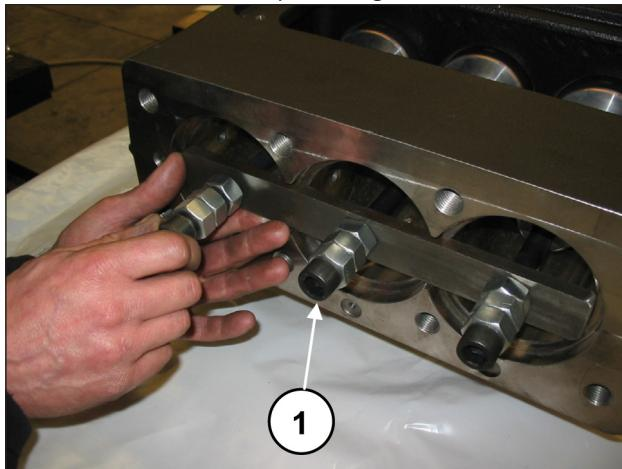
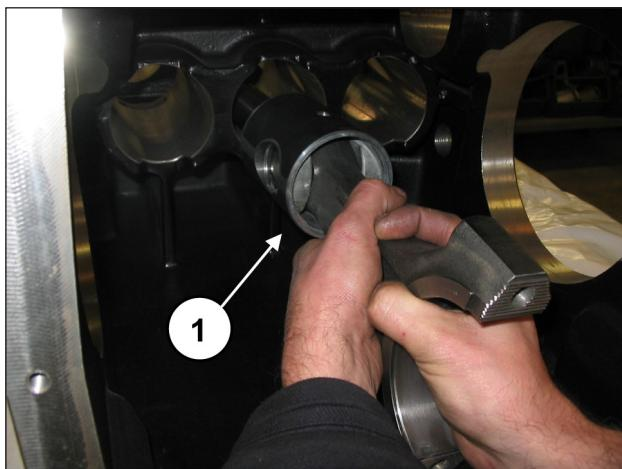

Fig. 40
Fig. 41
Comece a desapertar os parafusos do equipamento cód. 27566200 para desbloquear as bielas (pos. ①, Fig. 40) e, em seguida, extraia os conjuntos de biela-guia do pistão da abertura traseira do cárter (pos. ①, Fig. 41).
Depois de ter verificado a limpeza correta do cárter, insira o conjunto da semi-bielas de guia do pistão no interior dos canos do cárter (pos. ①, Fig. 41).
Bloqueie os três grupos usando a ferramenta própria cód. 27566200 (pos. ①, Fig. 40).
Remova a ferramenta para bloqueio das bielas cód. 27566200 (pos. ①, Fig. 40) e deslize as bielas para trás até que elas entrem em contato com o eixo de manivelas.